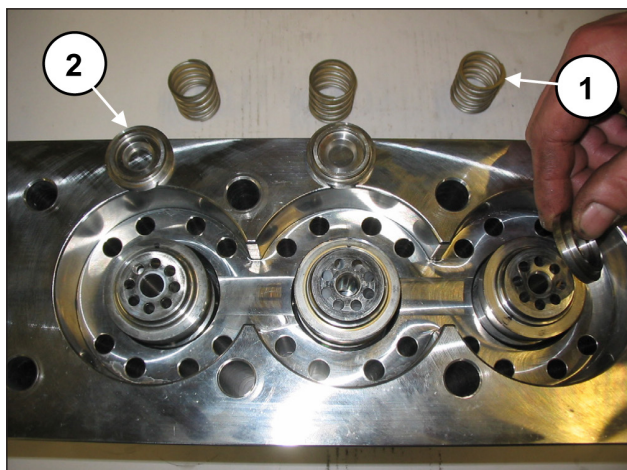

Рис. 114
В ходе демонтажа рубашек следите за тем, чтобы не потерять пружины клапана и плоские клапаны (поз. ① и ②, Рис. 114), поскольку они не закреплены и могут выпасть.